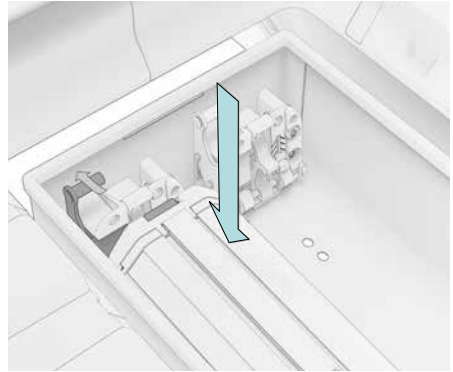

Abb. 16
2. Ziehe den Entriegelungshebel 1 Richtung Akku. Führe den Akku in die Halterung ein, bis er hörbar einrastet (Abb. 16).